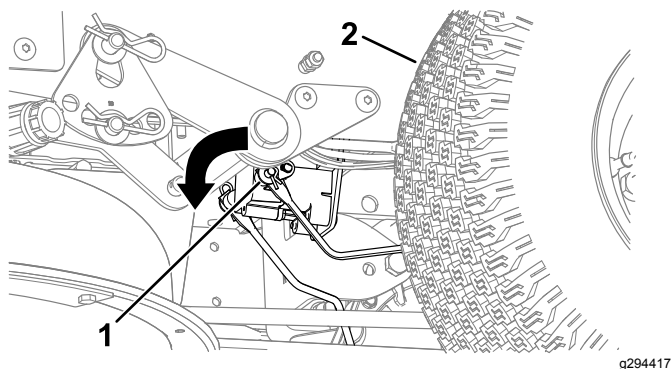

Figura 47
2. Localice el eje del freno eléctrico al que están conectados los brazos de enganche de los frenos (Figura 47).